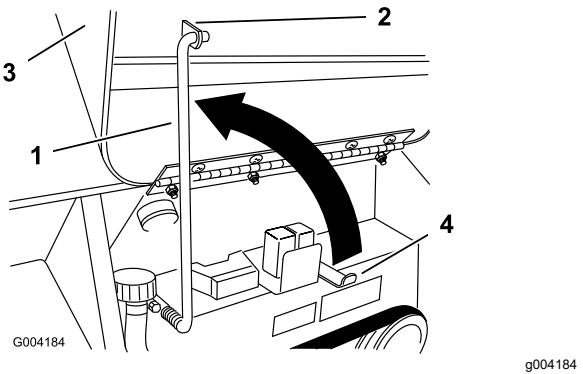

Figura 26
4. Suba la varilla de soporte y engáñchela en el soporte del capó (Figura 26).